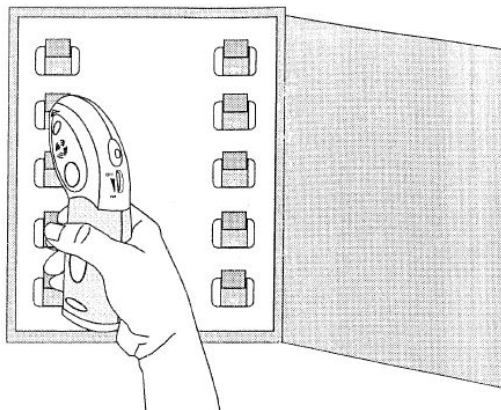

Fig.4
1. Recatevi davanti al pannello dei disgiuntori e reggete il ricevitore verticalmente posizionando la superficie piana della sua estremità affilata direttamente sul disgiuntore o sul fusibile (fig. 4). Spostate lentamente il ricevitore dall'alto verso il basso, da sinistra a destra sulla fila dei disgiuntori o dei fusibili. Il ricevitore emetterà un segnale acustico ed il suo LED verde lampeggerà quando rivelerà il segnale della trasmittente. Riducete la sensibilità del ricevitore, se necessario, per localizzare il disgiuntore (o il fusibile) che protegge il circuito.